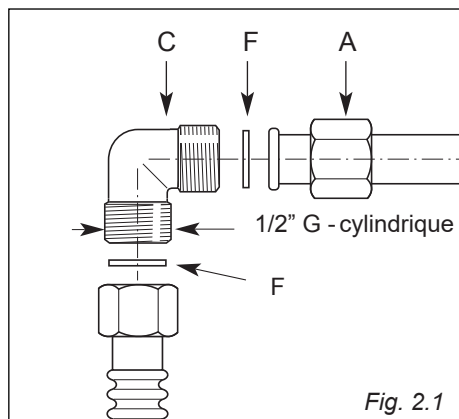

Fig. 2.1
Le groupe raccordement (fig. 2.1) se compose de:
- Les joints "F" (fig. 2.1) sont les éléments de garantie de l'étanchéité du branchement au gaz.